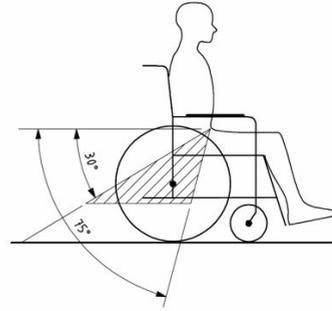

Figuur 1
4. Bevestig het frame van de rolstoel stevig aan het voertuig met behulp van het bevestigingssysteem (zie figuur 1).